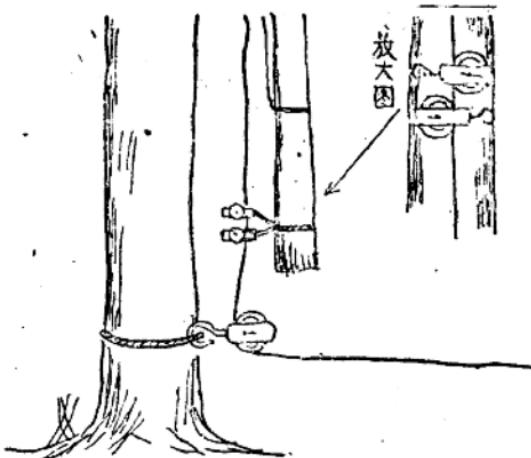

图9
(2) 转动绞盘使接高部分竖起靠近瞭望桿底部，为了使接高部分不致转动倒落在其底部绑两个方向相反的小滑车，并使吊举鋼索通过此滑车，如图9。因此接高部分可依升吊鋼索为轨道，垂直上升。